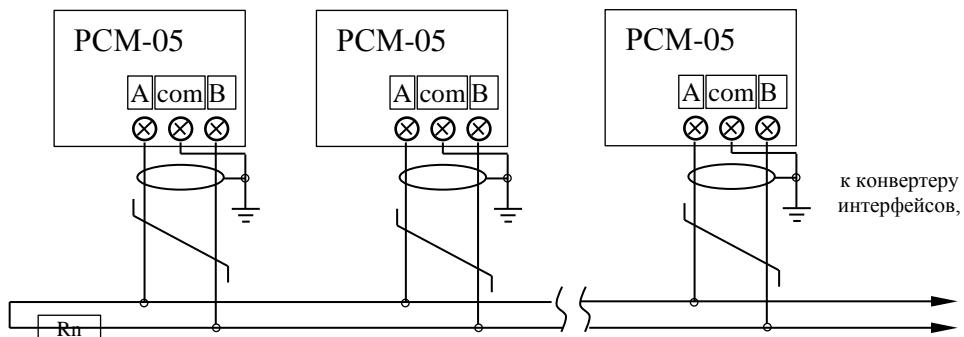

Рис. 8.10
8.4.1 Для проведения монтажа линий связи необходимо отвернуть 4 винта на передней панели ПМ и снять переднюю панель. После этого освобождается доступ к разъемам и клеммникам для подсоединения внешних цепей (см. рис. 8.10).
8.10.1 Для расходомеров установка сетевого адреса расходомера (только при наличии платы модуля RS-485) осуществляется путём установки/снятия джамперов **0, 2, 4** на плате **RS-485** (поле **ХР2**, см. рис. 8.10). «ON» соответствует установленному джамперу, «OFF» соответствует снятому джамперу.